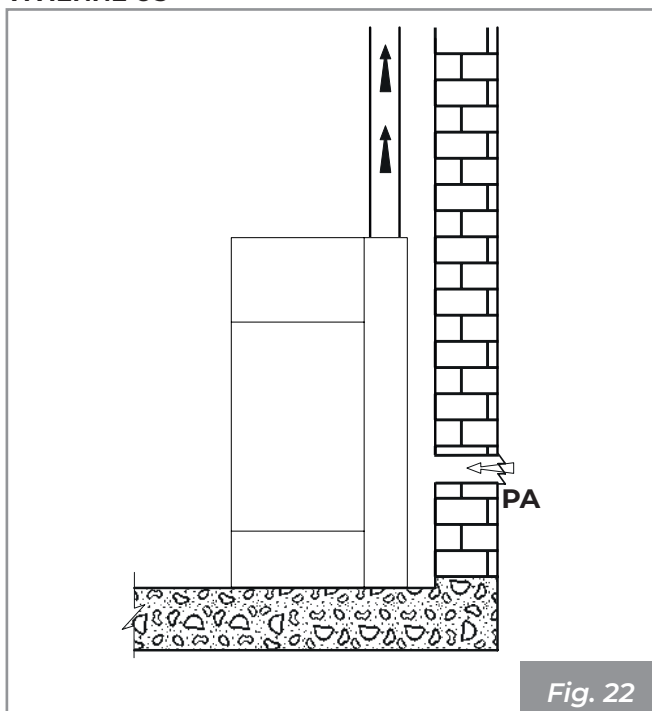
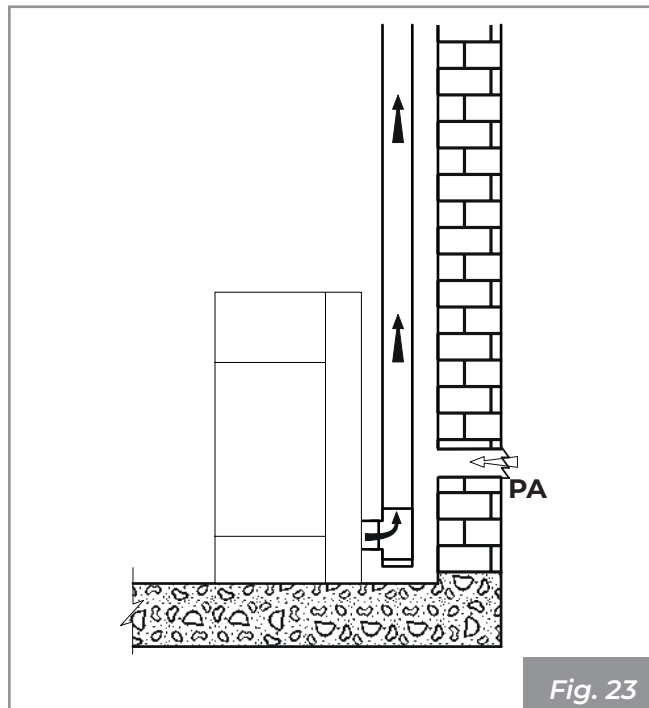

Fig. 22
Fig. 23
- desde el ambiente de instalación o de los locales contiguos apropiados (**Fig. 22 - Fig. 23**)
Realizar la toma de aire en la pared (**Fig. 22 y Fig. 23 - PA = Toma de Aire**), y dejar que el aparato esté libre de extraer aire en el ambiente teniendo cuidado de conectar en el tubo de entrada del aire el tramo de tubo corrugado, en caso de que sea suministrado, fijándolo con la abrazadera y plegándolo ligeramente hacia abajo con el fin de prevenir posibles efectos de resonancia.